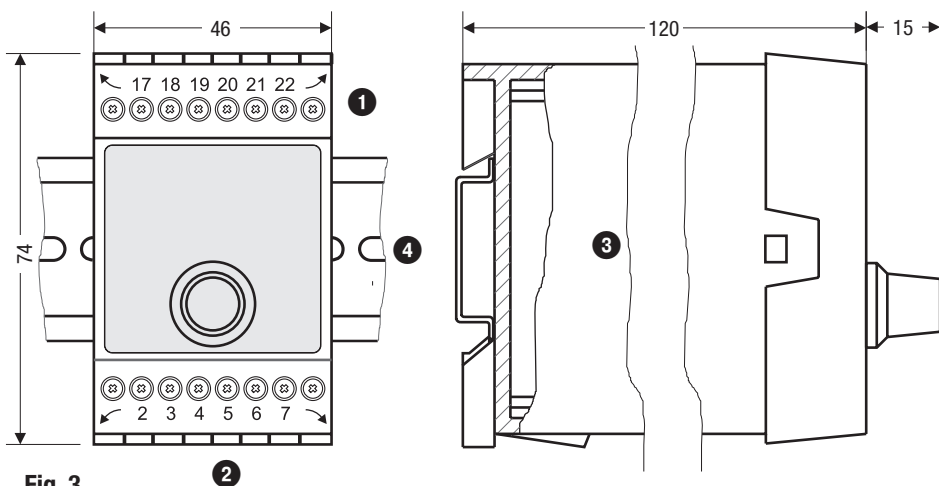

Fig. 3
El conmutador de temperatura TRS 5-52 se encastra en el armario de distribución sobre un riel de soporte, tipo TH 35, EN 60715. **Fig. 3** ❹